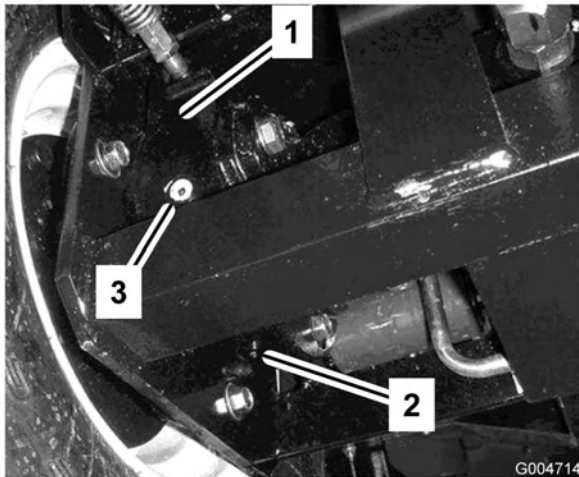

Figura 59
4. Collocate una bacinella sotto la scatola del freno, dall'altro lato della ruota (Figura 59).
7. Togliete il tappo di controllo dalla scatola del freno (Figura 59).